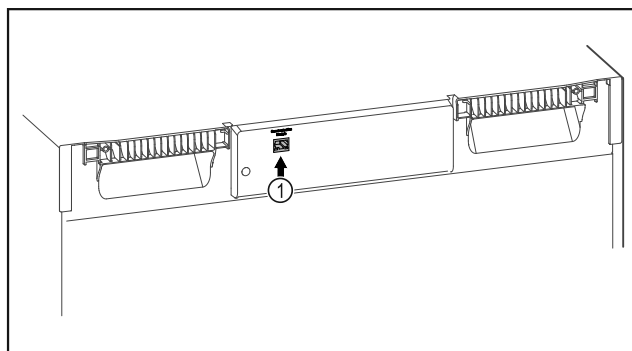

Fig. 85
- Le SmartModule Fig. 85 (1) est en place.